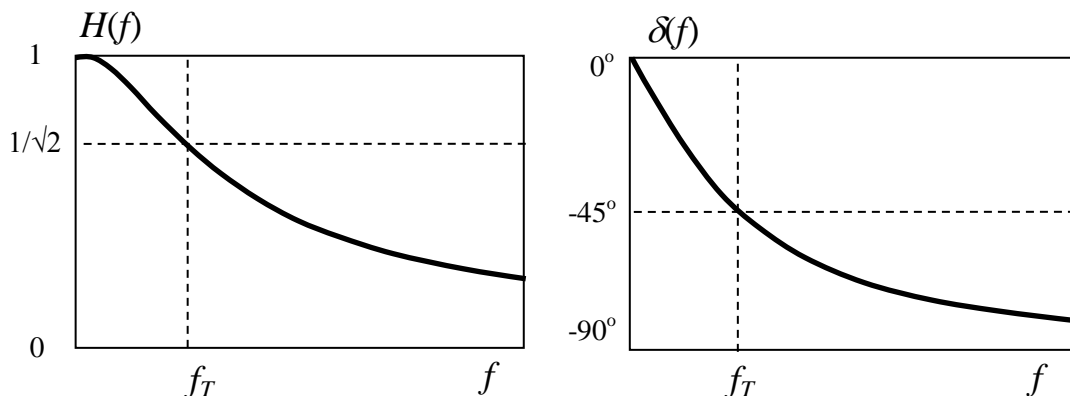

Figura 3
A la figura 3 es representen ambdues quantitats. S'observa que:
- Per **baixes freqüències** tenim que  $X_L \ll R$ . Aplicant les equacions (1) i (2) es compleix que  $H(f) = 1$  i  $\delta(f) = 0^\circ$ . És a dir, el circuit es comporta com si només hi hagués la resistència i, per tant, els **senyals** d'entrada i de sortida estan **en fase** i les seves **amplituds són iguals**.
- Quan la freqüència augmenta,  $X_L$  també ho fa. Com el circuit és inductiu, la intensitat i la **tensió de sortida, s'endarrereixen respecte la tensió d'entrada**. Per aquest motiu l'angle de fase de la figura 3 pren **valors negatius**.
- Per **altes freqüències** tenim que  $X_L \gg R$ . Aplicant les equacions (1) i (2) es compleix que  $H(f) = 0$  i  $\delta(f) = -90^\circ$ . És a dir, el circuit es comporta com si estigués obert, **blocant**, per tant, les **altes freqüències**.
A més, per aquesta freqüència, com  $X_L=R$ , **l'angle de fase és de  $-45^\circ$** , tal i com es mostra a la figura 3.